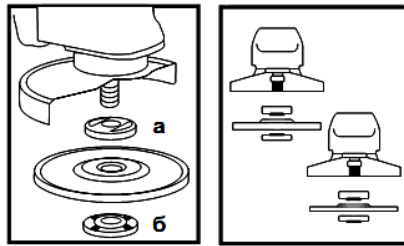

Рисунок 2
4.4 Встановіть на виріб абразивний шліфувальний або відрізний круг. Для цього натисніть на кнопку фіксації шпинделя (3) і поверніть шпиндель до фіксації. За допомогою вилкового ключа з комплекту виробу відверніть і зніміть затискну гайку (б) (див. рис. 2). Встановіть шліфувальний диск на посадкове місце фланцевої шайби (а) (рис. 2), накрутіть затискну гайку на шпиндель і затягніть її ключем з комплекту виробу.